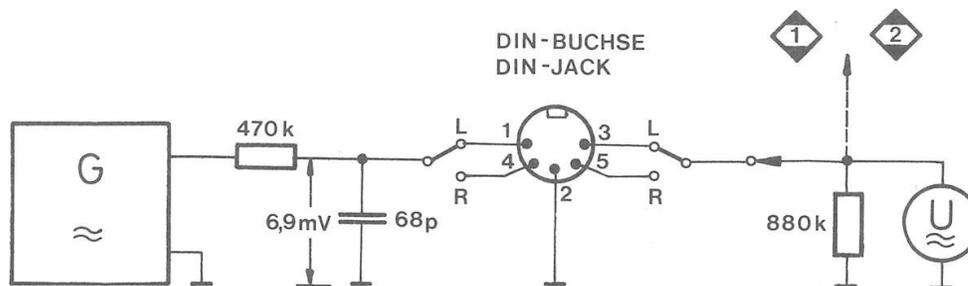

Fig. 6
- c) 333 (315) Hz/0 dB – Aufnahmezeichnung abspielen.
- d) Mit den Potentiometern AVR 103 (L) bzw. AVR 203 (R) die Anzeige so einstellen, daß die 0 dB-LED satt leuchtet, die 3 dB-LED jedoch noch dunkel bleibt.
- a) Prüfaufbau gemäß Fig. 6 erstellen.
- d) NF-Generator auf 333 Hz 6,9 mV einstellen. Gerät auf Aufnahme schalten und mit dem RECORD LEVEL-Regler an MP ① (L) bzw. MP ② (R) 580 mV einstellen.
- e) Mit dieser Einstellung mehrmals aufnehmen und wieder abspielen. Die Potentiometer AVR 102 (L) bzw. AVR 202 (R) vor jeder Aufnahme in kleinen Schritten so weit verstellen, bis auch während der Wiedergabe 580 mV an MP ① (L) bzw. MP ② (R) anliegen.
- c) Playback the 333 (315) Hz/0 dB reference tape.
- d) Adjust display by means of potentiometers AVR 103 (L) and AVR 203 (R) such that the 0 dB-LED is fully illuminated and that the 3-dB LED is still dark.
- a) Provide test set up in accordance with Fig. 6.
- d) Set AF-generator to 333 Hz, 6.9 mV. Set the unit to recording mode and adjust 580 mV on MP ① (L) and MP ② (R) by means of the RECORD LEVEL control.
- e) Record and playback at this adjustment several times. Adjust potentiometers AVR 102 (L) and AVR 202 (R) prior to every recording in small increments until 580 mV are present at MP ① (L) and MP ② (R) also during playback.
- NF-Voltmeter an MP 3 und MP 4 für den linken Kanal bzw. an MP 5 und MP 6 für den rechten Kanal anschließen. Mit VR 304 (L) bzw. VR 305 (R) 9 mV Spannungsabfall einstellen (Grobabgleich).
- Meßaufbau gemäß Fig. 6 erstellen. NF-Generator auf 333 Hz, 6,9 mV einstellen.
- Mit dem RECORD-LEVEL-Regler in Stellung RECORD an MP 1 (L) bzw. MP 2 (R) 30 mV einstellen.
- Connect the AF-voltmeter to MP 3 and MP 4 for the left channel, and to MP 5 and MP 6 for the right channel. Set to recording mode. Adjust a voltage drop of 9 mV by means of VR 304 (L) and VR 305 (R) (rough alignment).
- Provide a measurement circuit in acc. with Fig. 6. Adjust the AF-generator to 333 Hz, 6,9 mV.
- Set 30 mV on MP 1 (L) and MP 2 (R) by means of the RECORD LEVEL control in the RECORD position.
- Record and playback several times at 333 Hz and 14 kHz. During playback the level of the 14 kHz-signal must be within the -3 dB to +1 dB interval with reference to the level of the 333 Hz signal. If it is below -3 dB, the potentiometer concerned VR 304 (L) and VR 305 (R) must be turned gradually in clockwise direction until the level is correct (Reduction of bias). If the level exceeds +1 dB, the potentiometer, the potentiometer concerned must be gradually turned in a counterclockwise direction (Increasing bias).